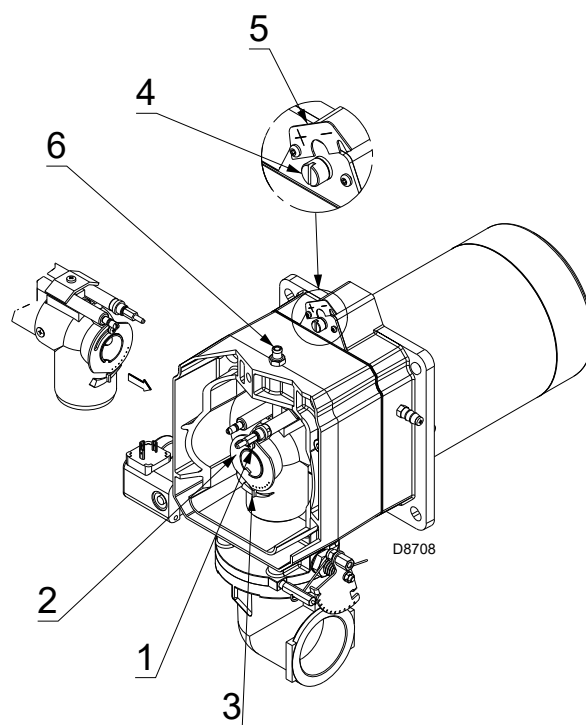
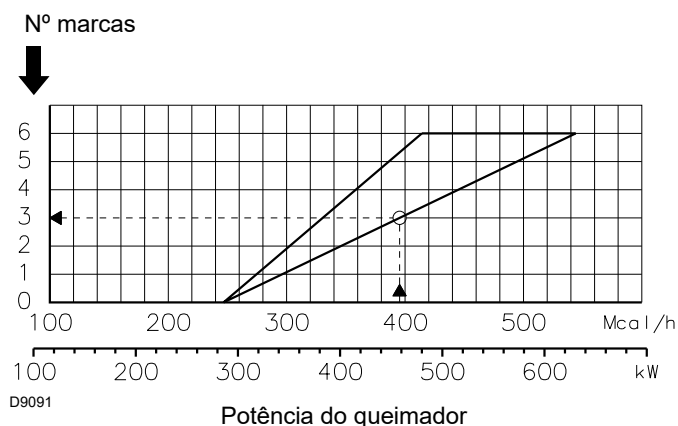

Fig. 13
Fig. 14
quando a potência MIN está entre $80 \div 129$ kW, o aro 2)(Fig. 13) deve ser regulado a 0.
Encontrar no diagrama da Fig. 14, em função da potência MÁX, o número de posição com que regular tanto o ar quanto o gás, então:
- Rodar o parafuso 4)(Fig. 13) até que coincida a marca encontrada com o plano anterior 5) da flange.
- Aliviar o parafuso 1)(Fig. 13) e rodar o disco 2) até que coincida a marca encontrada com o índice 3).
o queimador varia a potência entre MÍN = 130 e MÁX = 460 kW. Procurar no gráfico (Fig. 14) a posição 3 de regulação de o ar e o gás central.
O gráfico indica a regulação óptima do aro 2)(Fig. 13). Se a pressão da rede de alimentação de gás é muito baixa e não permite que seja alcançada a "Pressão gás" a pág. 19 à potência MÁX, e se o aro 2) só está parcialmente aberto, ainda é possível abrir o disco 1 ou 2 marcas.
- A = Aro do gás 2)(Fig. 13 na pàg. 16) regulado como indicado no diagrama (Fig. 14 na pàg. 17).
- B = Aro do gás 2)(Fig. 13 na pàg. 16) regulado a zero.
Disco do gás 2)(Fig. 13 na pàg. 16) regulado como indicado no diagrama (Fig. 14 na pàg. 17).